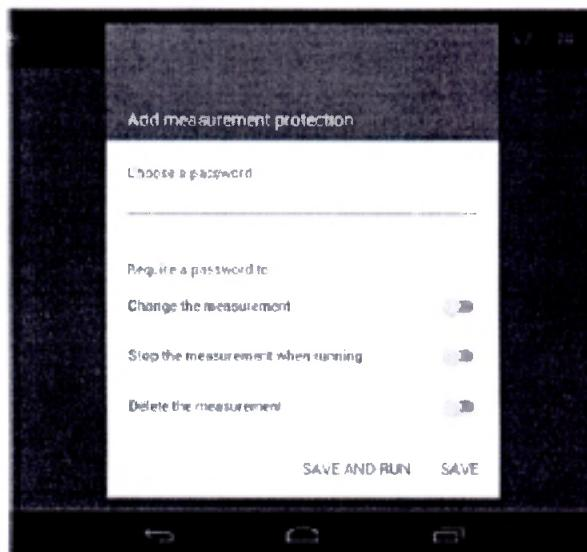

Рисунок 6. Сохранение нового измерения и его запуск.
4) В открывшемся окне «Add measurement protection» (Добавление защиты измерения) (рис. 6) отобразятся поля о возможной защите паролем: редактирования параметров измерения, остановки измерения в процессе выполнения, удаления сохраненного измерения. При поверке данные возможности не используются.